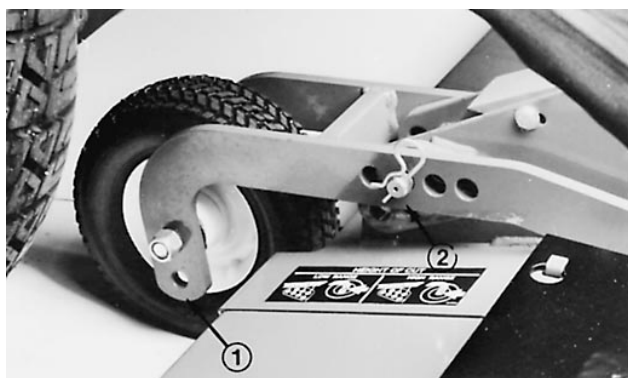
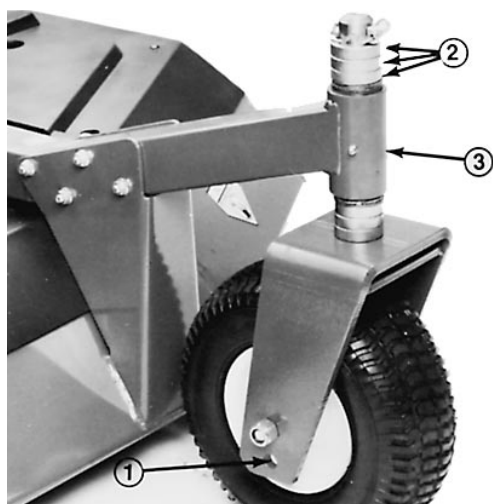

Figure 67
Figure 68
1. Régler l'unité de coupe à la hauteur de coupe la plus élevée. Positionner les essieux des roues pivotantes dans les trous inférieurs de la fourche (Fig. 67, 68). Pour contrôler l'unité de coupe avant, repositionner les deux axes de chape des roues pivotantes à la position de hauteur de coupe la plus élevée (Fig. 68). Sur les roues pivotantes avant, déplacer toutes les entretoises sur la surface inférieure des bras pivotants (Fig. 68). Pour contrôler les unités extérieures, déplacer toutes les entretoises des axes pivotants sur la surface inférieure des bras pivotants et les essieux des roues pivotantes dans les trous inférieurs de la fourche pivotante.